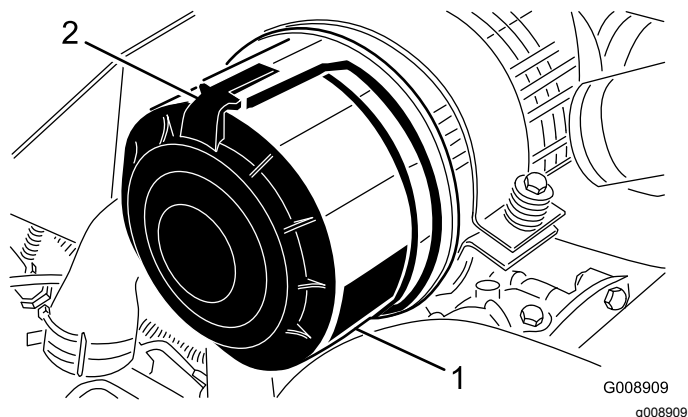

Рисунок 87
1. Отпустите защелки, фиксирующие крышку воздухоочистителя на его корпусе (Рисунок 87).